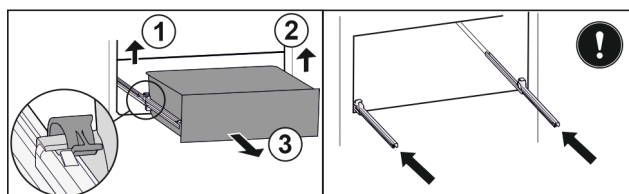

Fig. 121
- Zvedněte levou svorku a současně vytáhněte zásuvku vlevo dopředu. Fig. 121 (1)
- Zvedněte pravou svorku a současně vytáhněte zásuvku vpravo dopředu. Fig. 121 (2)
- Vyjměte zásuvku dopředu. Fig. 121 (3)